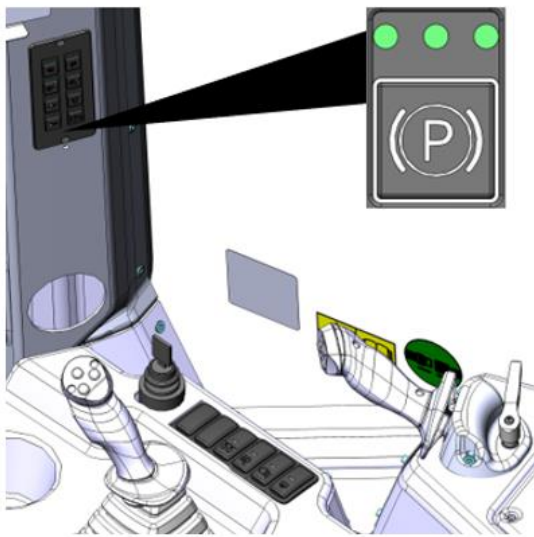

Рисунок 5.122. Клавиша паркинга
- Проверить клавишу паркинга, см. рис. 5.122 – включение символьного индикатора «стояночный тормоз» в верхней части дисплея;